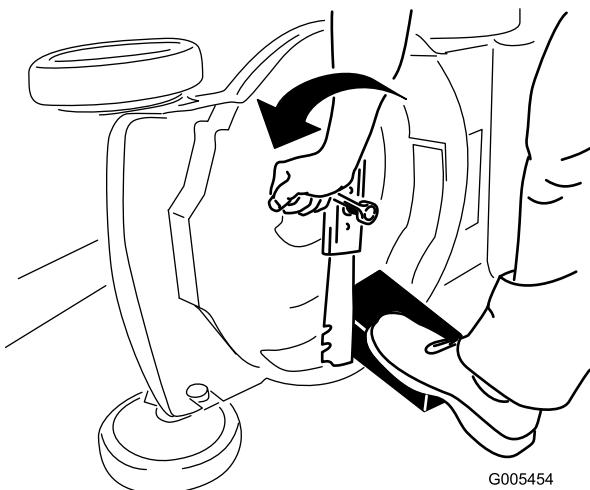

Figure 32
- Immobilisez la lame avec un morceau de bois (Figure 32).
- Déposez la lame mais ne jetez pas les fixations (Figure 32).